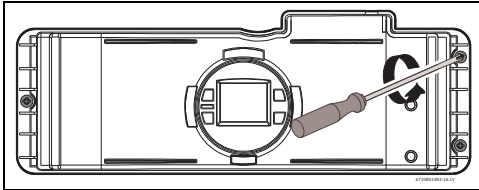
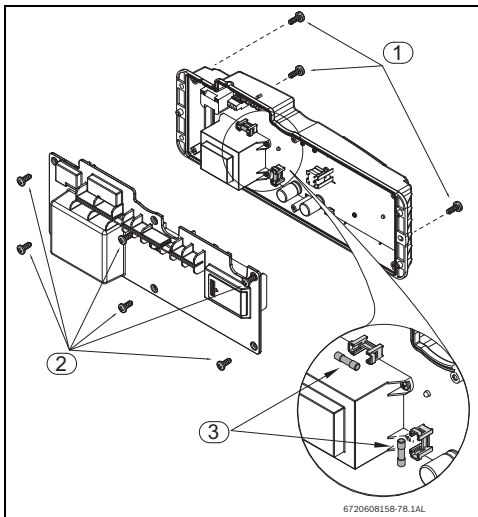

Fig. 49
Fig. 50 Ubicazione dei fusibili
- ▶ Svitare le tre viti nella parte frontale della centralina elettronica (Fig.49 + Fig.50, pos. 1).
- ▶ Rimuovere la centralina elettronica per accedere alle sei viti, presso la parte posteriore e svitarle (Fig.50, pos. 2).